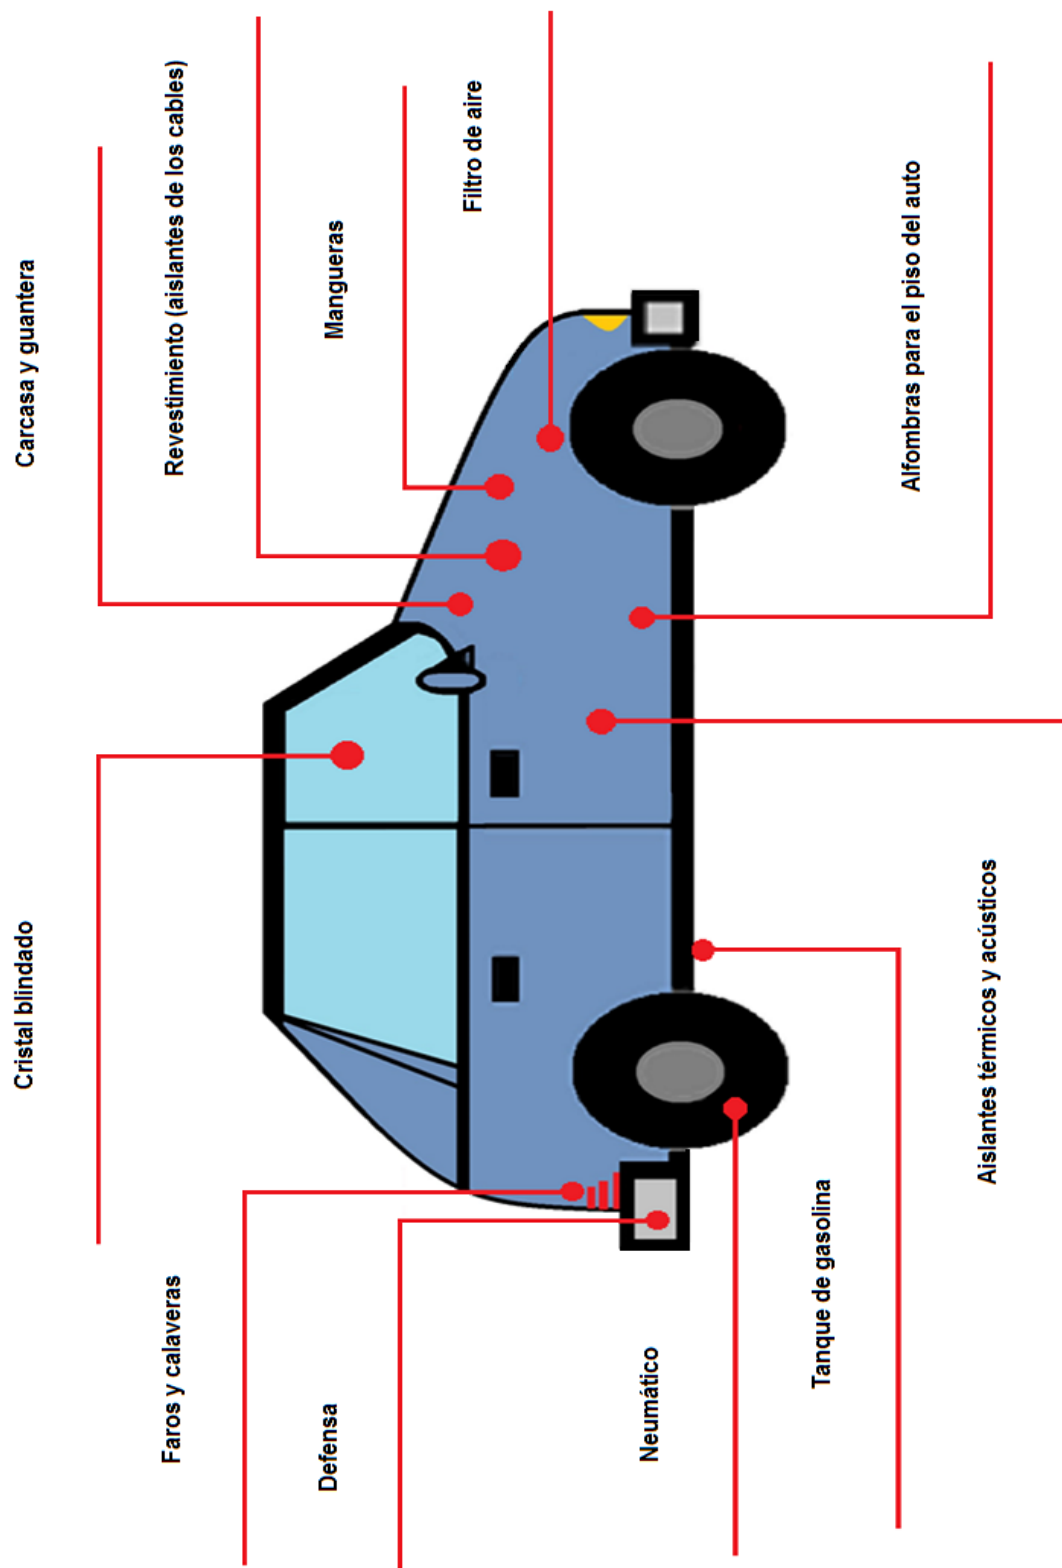

Figura 3.4 Aplicación de los polímeros en la industria del automóvil
3. Escribe en la figura 3.4 el nombre del polímero que se utiliza en la fabricación del automóvil.